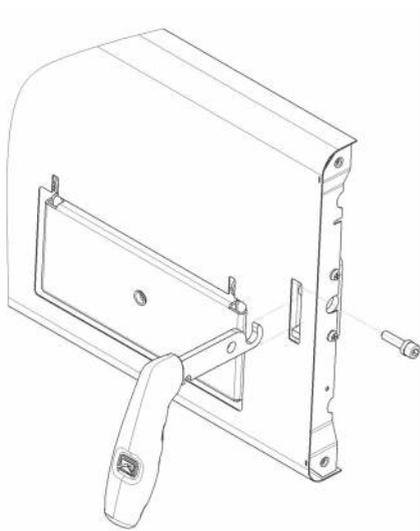

Рисунок 8.3
3. Разместить ручку и закрепить рисунок 8.3. В момент установки одно из фторопластовых колец во время установки рекомендуется разместить на резьбовой бобышке, а второе на фиксирующем винте.